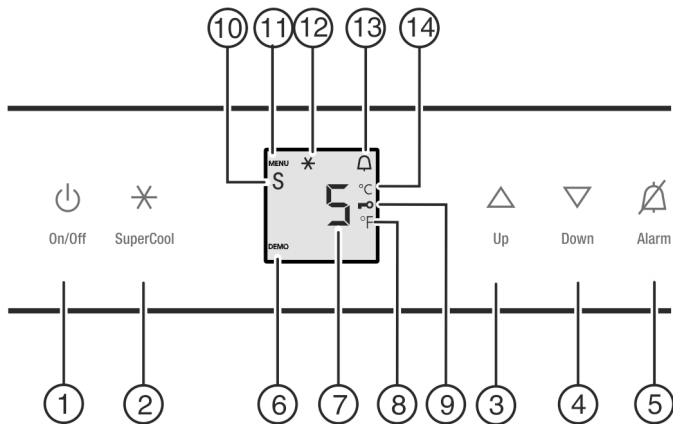

Fig. 2
- Appuyez sur la touche marche/arrêt Fig. 2 (1).
- Activer le mode de réglage : Appuyer sur la SuperCool Fig. 2 (2) pendant 5 secondes environ.
- ▷ Le symbole menu Fig. 2 (11) s'allume.
- ▶ Régler le nombre de ° avec la touche de réglage Up Fig. 2 (3)/ Down Fig. 2 (4).
- ▶ Confirmer : Appuyer brièvement sur la touche SuperCool Fig. 2 (2).
- ▶ Quitter le mode de réglage: Appuyer sur la touche On/Off Fig. 2 (1).
- ▶ Activer le mode de réglage : appuyer env. 5 sec. sur la touche SuperCool Fig. 2 (2).
- ▷ Le symbole Menu Fig. 2 (11) est allumé.
- ▶ A l'aide de la touche de réglage Up Fig. 2 (3) et touche de réglage Down Fig. 2 (4), sélectionner **c**.
- ▶ Pour confirmer, appuyer brièvement sur la touche SuperCool Fig. 2 (2).
- ▶ appuyer brièvement sur la touche SuperCool Fig. 2 (2) pour activer la sécurité enfants.
- ▷ Le symbole Sécurité enfants Fig. 2 (9) est allumé. L'affichage **c** clignote.
- ▶ appuyer brièvement sur la touche SuperCool Fig. 2 (2) pour désactiver la sécurité enfants.
- ▷ Le symbole Sécurité enfants Fig. 2 (9) s'éteint. L'affichage **c** clignote.
- ▶ Désactiver le mode de réglage : appuyer sur la touche On/Off Fig. 2 (1).
- ▶ Appuyer sur la touche Alarme Fig. 2 (5).
- ▶ Activer le mode de réglage : appuyer env. 5 secondes sur la touche SuperCool Fig. 2 (2).
- ▶ Pour appeler la fonction Mode Sabbat, appuyer brièvement sur la touche SuperCool Fig. 2 (2).
- **Pour activer** le mode Sabbat, appuyer brièvement sur la touche SuperCool Fig. 2 (2).
- **Pour désactiver** le mode Sabbat, appuyer brièvement sur la touche SuperCool Fig. 2 (2).
- Désactiver le mode de réglage : appuyer sur la touche On/Off Fig. 2 (1).